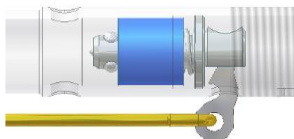

Рис. 10
6. Надев собачку на тягу, вставить ее в указанное отверстие так, чтобы она попала в поперечное отверстие иглы (рис.10).